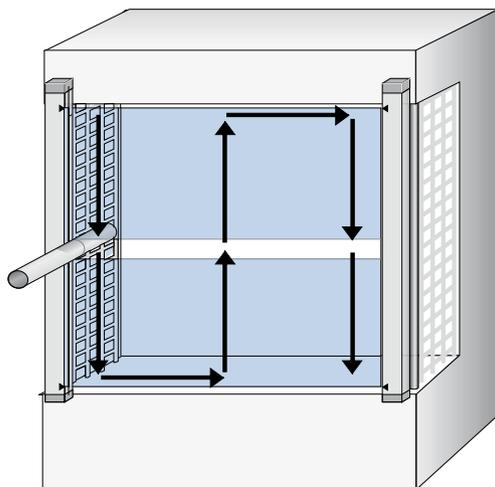

図 29: テストロッドテスト: ステップ 1
1. 矢印のように、防護される領域（機械の開口部など）でテストロッドをゆっくりと動かしてください: 参照 図 29。